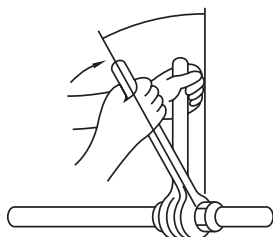

Fig. 5-8
- Нанесете тънък слой хладилно масло по повърхността на тръбата. (Fig. 5-8)